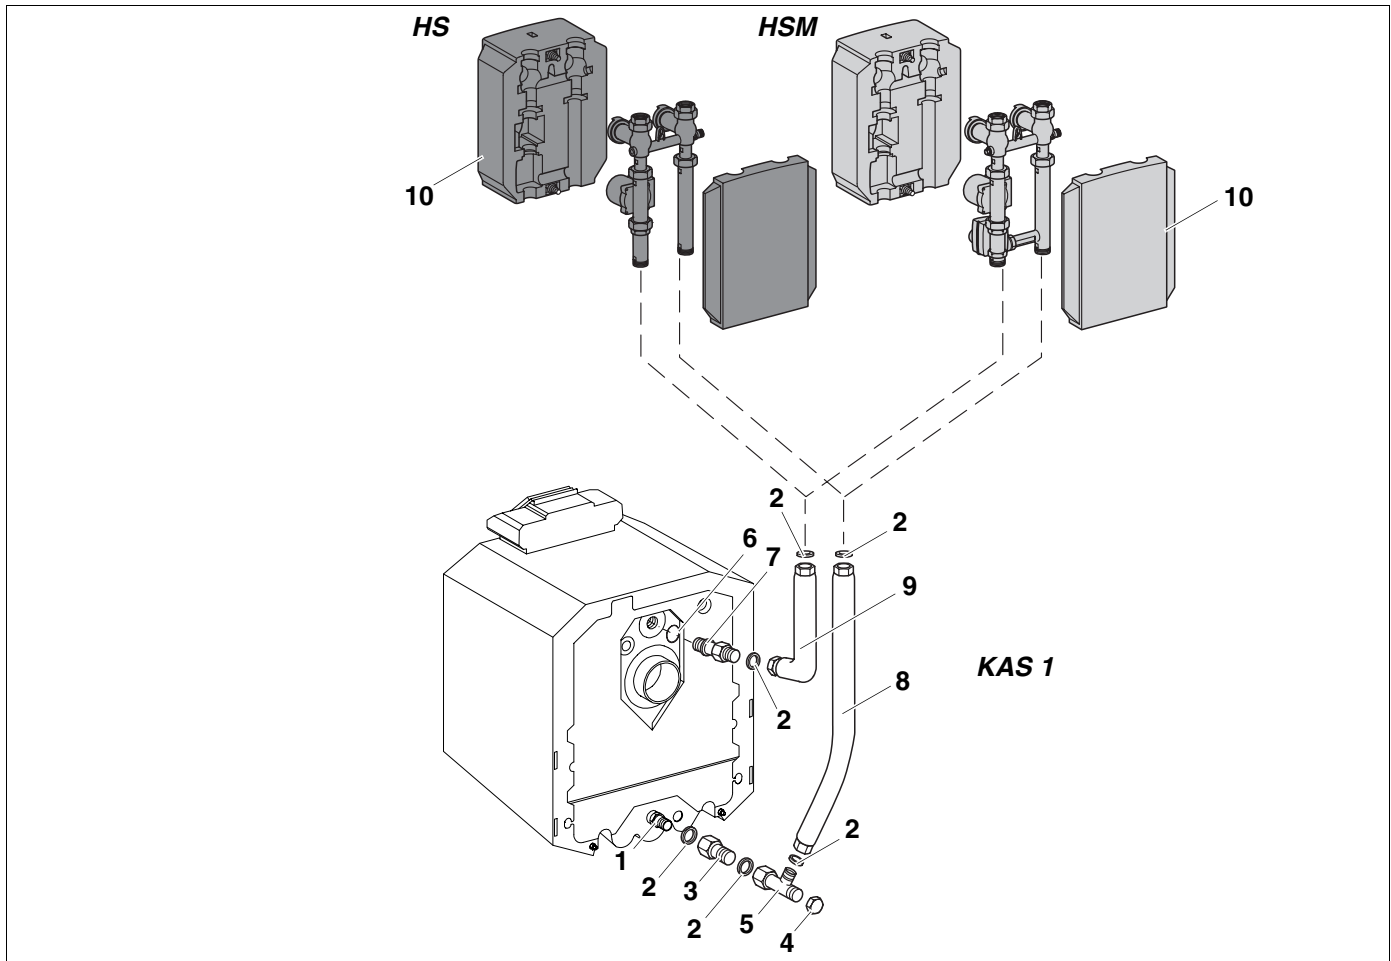

Abb. 3 Anbau hinten
Legende zu Abb. 3
- Einschraubstutzen (7) mit eingelegtem O-Ring (6) in den Kesselvorlauf einschrauben.
- Am kurzen Schenkel des Vorlaufrohres (9) eine Dichtung (2) in die Überwurfmutter einlegen. Vorlaufrohr (9) locker mit dem Einschraubstutzen verschrauben.
- Dichtung in die Verschraubung zwischen Verlängerungsstück (3) und Einspeisestück (1) im Kesselrücklauf legen und verschrauben.
- Dichtung in die Verschraubung des T-Stückes (5) einlegen und T-Stück lose auf das Verlängerungsstück (3) aufschrauben.
- Rücklaufrohr (8) mit dem kurzen Schenkel nach unten an den seitlichen Abgang des T-Stückes (5) ansetzen, Dichtung (2) einlegen, ausrichten und Verschraubung anziehen.
- Langen Schenkel des Rücklaufrohres (8) in der Senkrechten ausrichten und die Verschraubung zwischen Verlängerungsstück (3) und T-Stück (5) fest anziehen.
- Hinten Verschlusskappe (4) auf das T-Stück (5) schrauben.
- Heizkreis-Set ohne (HS) oder mit Mischer (HSM) entsprechend Abb. 3 auf die Rohrstücke aufsetzen, die beiden Verschraubungen anziehen und auf Dichtheit prüfen.
- Wärmedämmschalen (10) von beiden Seiten auf das jeweilige Heizkreis-Set aufschieben und mit den Kunststoffschrauben leicht verschrauben.